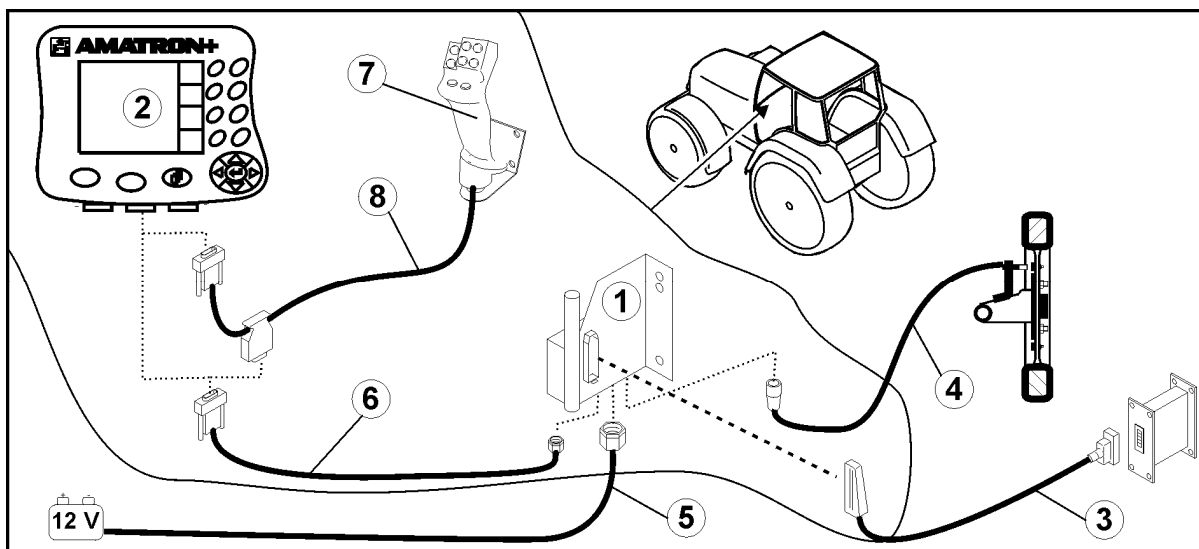
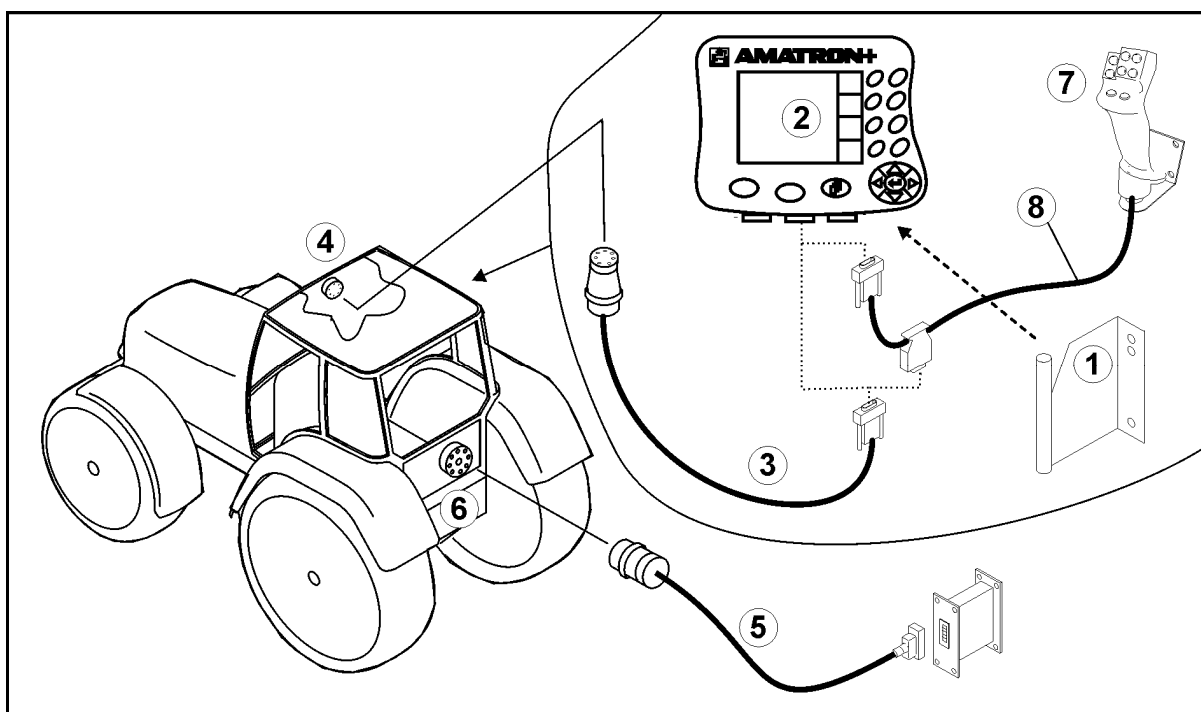

Рис. 2
Рис. 3
Пример (рис. 3/6)
- Рисунок 3
Джойстик (Рис. 2/7) подключается с помощью Y-кабеля (Рис. 2/8).
- Базовое оснащение трактора (Рис. 2/1, при стандартном подсоединении) или консоль (Рис. 3/1, с шиной ISO) должно быть установлено в зоне, доступной для обзора и удобной для работы с органами управления, в свободном от вибраций и защищенном от статической электризации месте кабины с правой стороны от водителя.
- Соединительный кабель для подключения к аккумулятору (Рис. 2/5).
- Сигнальный кабель гнезда сигнала трактора или датчика перемещения (Рис. 2/4).
- Соединительный кабель к терминалу **AMATRON⁺** (Рис. 2/6).
- Установите терминал **AMATRON⁺** (Рис. 2/2) на базовое оснащение трактора.
- Вставьте штекер соединительного кабеля (Рис. 2/6) в среднее 9-полюсное гнездо Sub-D (Рис. 1/1).
- Соедините агрегат с помощью штекера агрегата (Рис. 2/3) с терминалом **AMATRON⁺**.
- Установите **AMATRON⁺** (Рис. 3/2) на консоль (Рис. 3/1).
- Подсоедините **AMATRON⁺** через среднее 9-полюсное гнездо Sub-D (Рис. 1/1) с использованием соединительного кабеля (Рис. 3/3) к розетке (Рис. 3/4) терминала для шины ISO.
- Подсоедините агрегат с помощью соединительного кабеля (Рис. 3/5) к розетке (Рис. 3/6) для шины ISO.